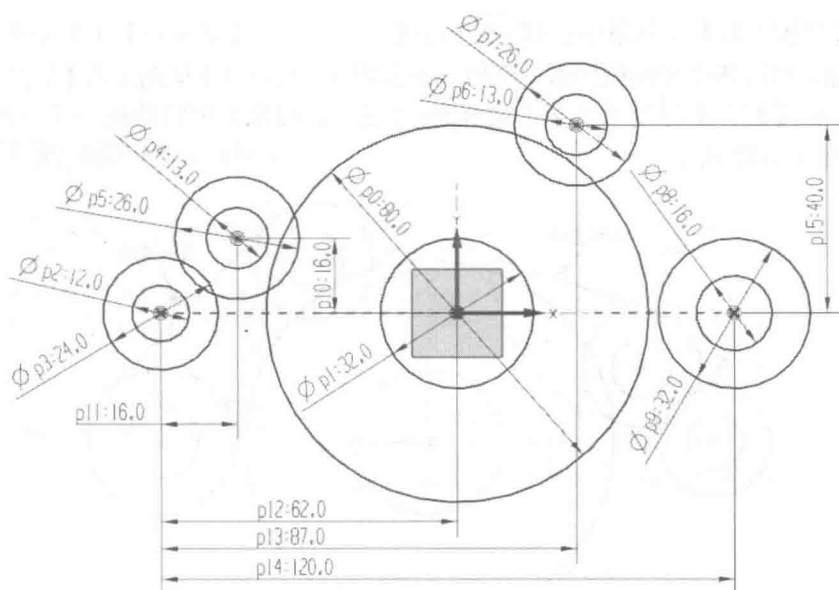

图 1-2-14 添加尺寸约束
(7) 添加尺寸约束。在【草图工具】工具条中选择 (自动判断尺寸) 按钮, 按照图 1-2-14 所示的尺寸进行标注, $\phi p2=20$, $\phi p3=24$, $\phi p4=13$, $\phi p5=26$, $\phi p6=13$, $\phi p7=26$, $\phi p8=16$, $\phi p9=32$, $p10=16$, $p11=16$, $p12=62$, $p13=87$, $p14=120$, $p15=40$, 此时草图曲线全部转换成绿色, 表示已经完全约束。